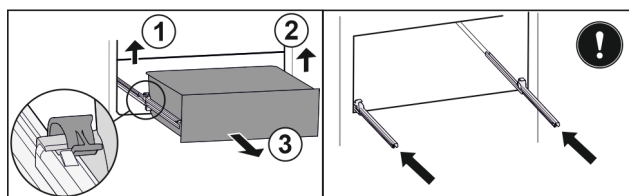

Fig. 43
- Ridicați clema din stânga și trageți concomitent sertarul din stânga spre înainte. Fig. 43 (1)
- Ridicați clema din dreapta și trageți concomitent sertarul din dreapta spre înainte. Fig. 43 (2)
- Extrageți sertarul spre înainte. Fig. 43 (3)